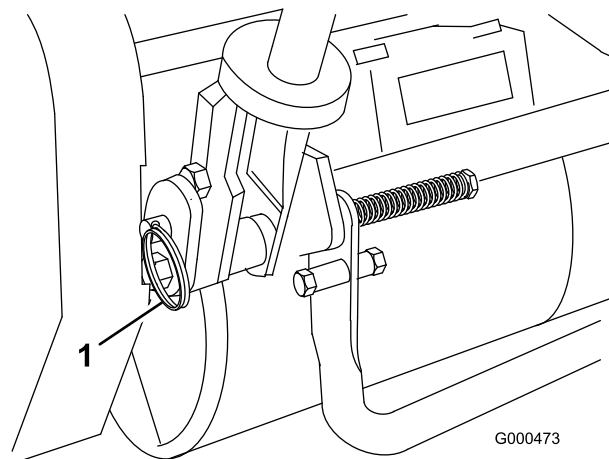

图11
1. 卸下剪草机各侧弹性销上的发卡销(图11)。
2. 撑住手柄，取下各侧的弹性销，然后将手柄提高或放低到所需的操作位置(图11)。